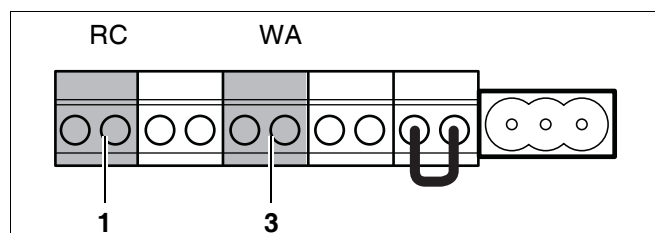

Fig. 34 Klemrække - rumbetjeningsenhed RC og potentialfri varmeaktivering
- Det er ikke muligt samtidigt at tilslutte en termostat til RC-tilslutningen (fig. 34, pos. 1) og på stikket potentialfri varmeaktivering (WA) (fig. 34, pos. 3).